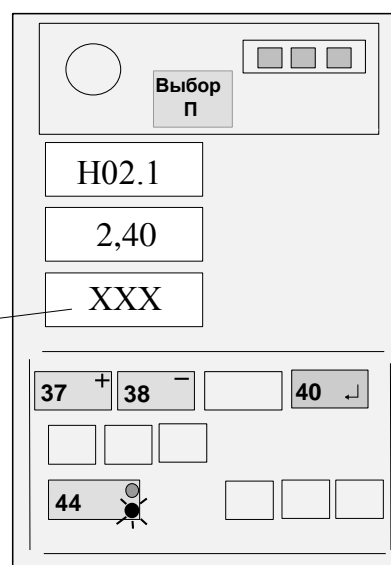

Рисунок 16
Нажать на время 1 с кнопку "↵" (40) и, проконтролировав короткий звуковой сигнал, отпустить кнопку (см. рисунок 16).